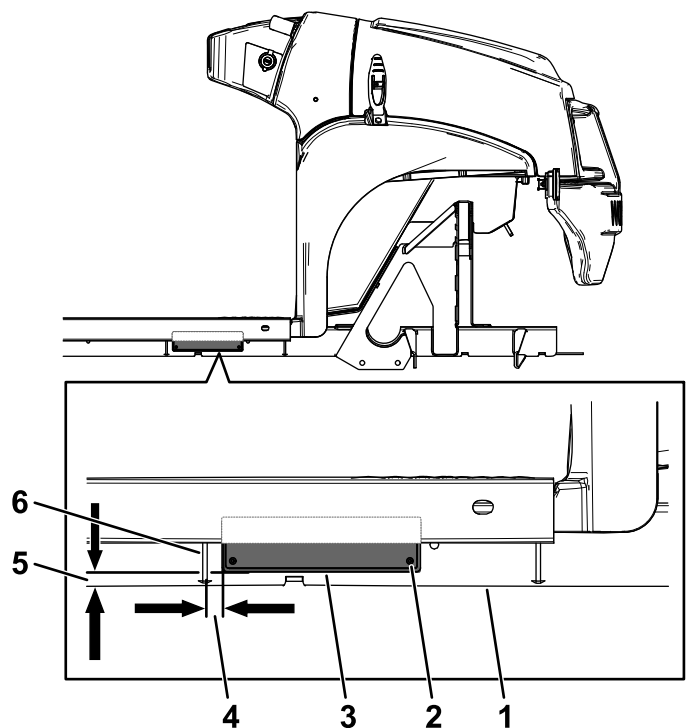

Figura 6
1. Instale a placa de número de série utilizando quatro rebites cegos (3 x 10 mm) no local que se mostra em Figura 6.